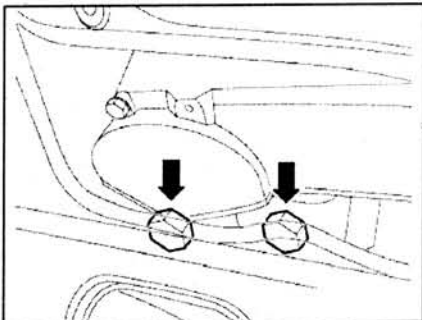

Рис. 4.16. Открутите болты крепления (стрелки).
3. Открутите болты крепления (стрелки) (рис. 4.16).